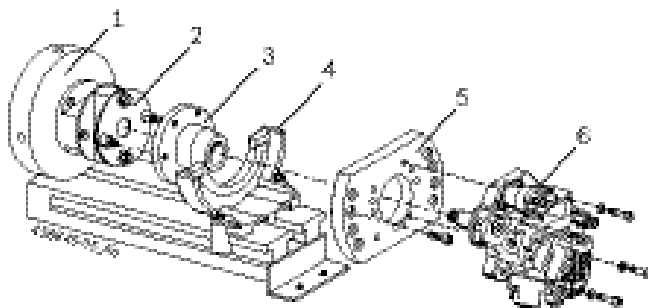

Fig. 7: Насос системы common rail и конический вал
- ! Вороток (специальный аксессуар), используемый для ручного вращения маховика (Рис. 7, Поз. 1), не должен оставаться вставленным в установочные отверстия маховика!
- ! Приводная муфта (Рис. 7, Поз. 2) является компонентом, обеспечивающим безопасность при работе с EPS 708. Приводная муфта подлежит обслуживанию и ремонту только авторизованными сервисными службами Роберт Бош!
1. Соедините приводную муфту 1 686 401 024 (Рис. 7, Поз. 2) с маховиком (Рис. 7, Поз. 1) EPS 708. Сила натяжения болтов  $95 \pm 2$  Nm.
4. Вставьте насос системы common rail с крепежным фланцем в фиксатор (Рис. 7, Поз. 4) и соедините.
5. Установите направляющий фланец (Рис. 7, Поз. 3) на приводную муфту насоса системы common rail. Сила натяжения гайки: 80 +10 Nm.
1. Отсоедините приводную муфту 1 686 401 024 (Рис. 7, Поз. 2).